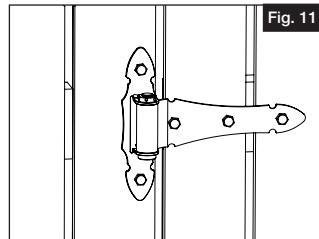

Fig. 11
- b. Allow the tension barrel to return back towards the post, which will have the tension pin resting up against the hinge locking it in place (Fig. 11).
- b. Laisser le bariillet de tension revenir vers le poteau ; la goupille de tension reposera alors contre la charnière qui le bloquera en place (Fig. 11).
- b. Deje que el barril de tensión regrese hacia el poste, que tendrá la clavija de tensión apoyada contra la bisagra que la bloquea en su lugar (Fig. 11).